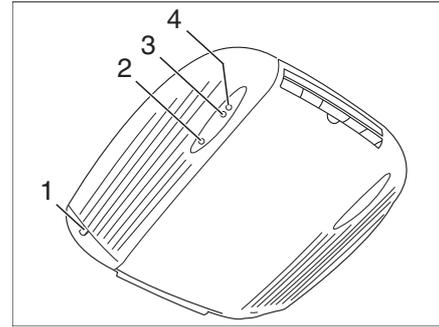

Bild 147 Innenansicht
- Fahrzeug an die 230-V-Versorgung anschließen. Die Klimaanlage ist betriebsbereit. Die rote LED (Bild 147,2) leuchtet.
Die grüne Kontroll-Leuchte (Bild 147,3) zeigt den Kühlbetrieb, die rote Kontroll-Leuchte (Bild 147,4) den Heizbetrieb an.